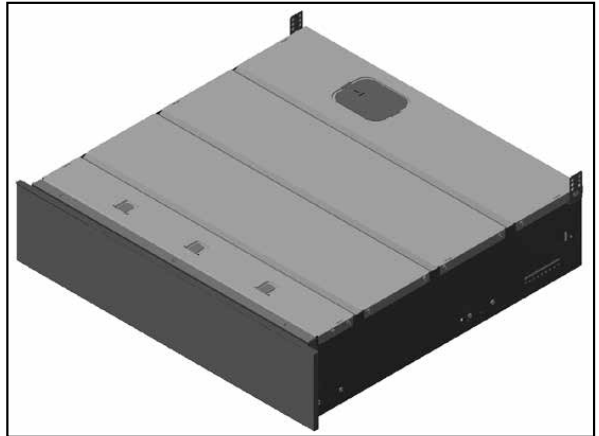

Fig. 1
- 1 machine à conditionner (**Fig. 1**).